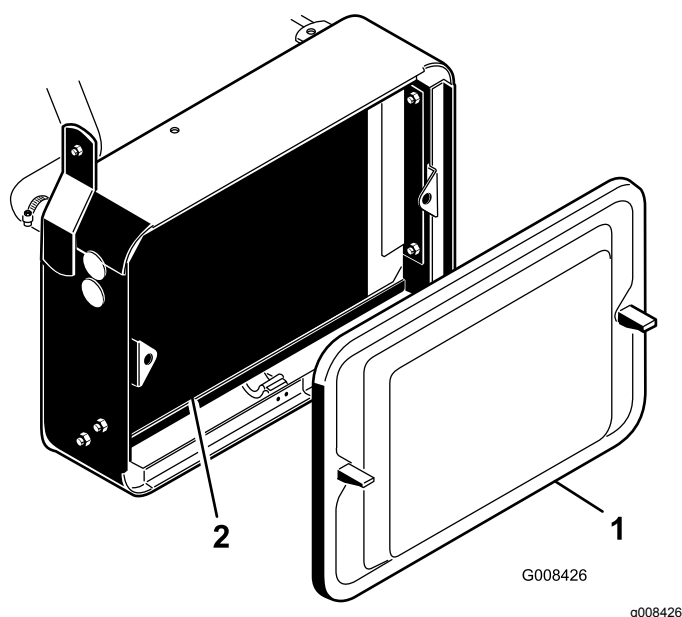

Figura 46
1. Rimuovete la griglia del radiatore (Figura 46).